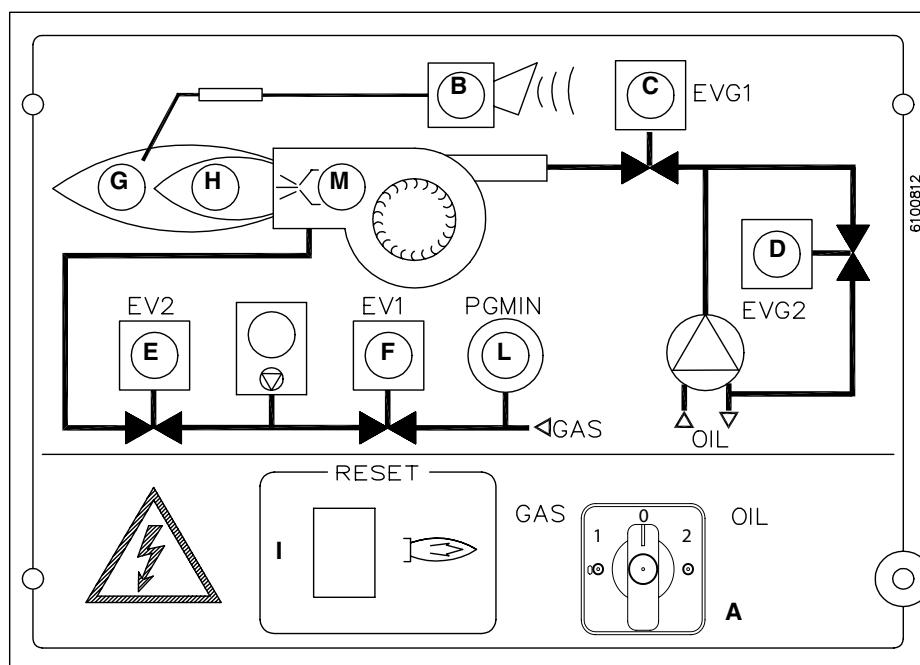

Рис. 19 Лицевая панель электроощита
- 1 Выбрать работу на дизельном топливе (OIL) с помощью селекторного переключателя **СМ** (имеющегося на контрольной панели горелки - Рис. 19).